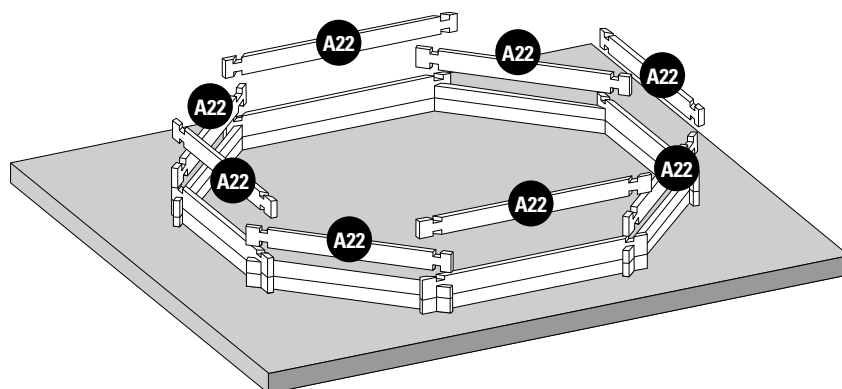

Fig. 3 / Abb. 3 / Afb. 3
3rd LAYER OF BOARDS: Install the third layer of boards as shown in figure 3. The position of the refilling fitting with the key and the skimmer should be defined at the start of the assembly (read the specific paragraphs).
3ÈME RANGÉE MADRIERS : Positionnez les madriers de la 3ème rangée conformément à la figure 3. Vous devez avoir déterminé l'emplacement de la buse de refoulement et du skimmer dès le début du montage (voir paragraphes spécifiques).
3. BRETTERREIHE: Platzieren Sie die Bretter der dritten Reihe laut Abb. 3. Zu Beginn der Montage müssen Sie die Lage des Druckventils und des Skimmers festlegen (lesen Sie hierzu die entsprechenden Abschnitte).
3ª RIJ PLANKEN: Plaats de planken van de derde rij zoals te zien is op afbeelding 3. U moet al bij aanvang van de montage bepalen op welke plaats het uitstroommondstuk en de skimmer moet komen (less de betreffende paragrafen).